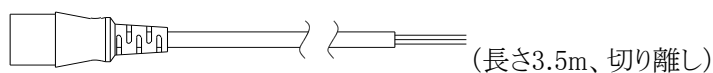

図7-8 AC電源コード200V
6. 200V系をご使用になる場合は、オプションのAC電源コード200V(図7-8:0311-5112)をご使用下さい。